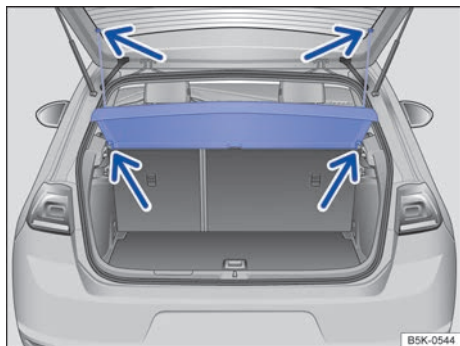

Fig. 167 En el maletero: desmontar y montar la cubierta.
- Desenganche las cintas de sujeción del portón del maletero → **fig. 167** (flechas superiores).
- Desencape la cubierta de los soportes laterales tirando de ella hacia arriba → **fig. 167** (flechas inferiores).
- Encastre la cubierta en los soportes laterales desde arriba → **fig. 167** (flechas inferiores).
- Enganche las cintas de sujeción en el portón del maletero → **fig. 167** (flechas superiores).